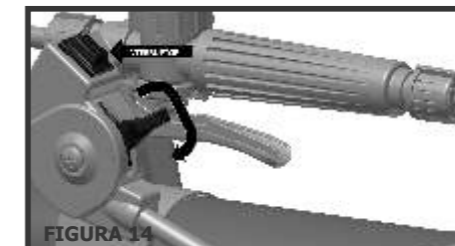

FIGURA 14
- Coloque o interruptor de ignição na posição ligar (I) - Figura 14
Para desligar o motor, retorne totalmente a alavanca do acelerador para posição inicial, e coloque o botão do interruptor (Figura 14) na posição desligar (O).
Em situações de emergência o motor pode ser desligado sem a necessidade de retornar a alavanca do acelerador para a posição inicial, mas apenas pressionando o botão interruptor (Figura 14) para a posição desligar (O).